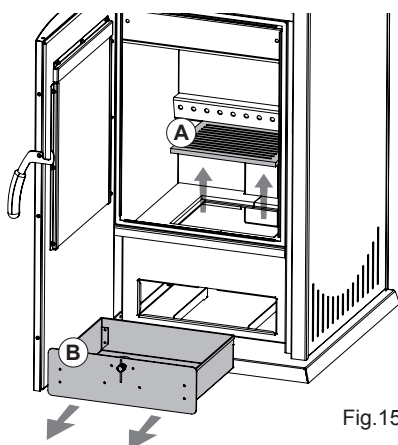

Fig. 15
2. Con l'aiuto di uno spazzolino apposito, raggruppare la cenere sopra la griglia in ghisa (A) per facilitarne la caduta nel cassetto sottostante;
3. Rimuovere la griglia, estrarre il cassetto (B) e svuotarne il contenuto (Fig. 15).